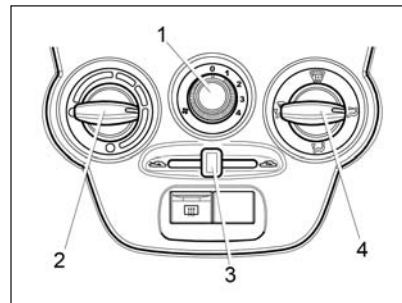

Рис. 37. Блок управления системой вентиляции и отопления
Отопительно-вентиляционная установка автомобиля предназначена для создания в салоне комфортной температуры воздуха, значение которой регулируется блоком управления системой вентиляции и отопления (рис. 37). Однако она не может обеспечить в салоне температуру ниже, чем имеет наружный воздух.
– **рукоятку 2** (см. рис. 37) повернуть по часовой стрелке в крайнее правое положение до упора (синяя точка на блоке управления), а **в вариантном исполнении рукоятку 2** (см. рис. 39) повернуть против часовой стрелки в крайнее левое положение до упора (синяя точка);
– **рукоятку 1** (см. рис. 37) переключателя режимов работы электровентилятора отопителя поставить на желаемую скорость подачи воздуха в салон;
– **рукоятку 2** (см. рис. 37) повернуть против часовой стрелки в крайнее левое положение до упора (красная точка на блоке управления), а **в вариантном исполнении рукоятку 2** (см. рис. 39) повернуть по часовой стрелке в крайнее правое положение до упора (красная точка);
– **рукоятку 2** (см. рис. 37) повернуть против часовой стрелки в крайнее левое положение до упора (красная точка на блоке управления), а **в варианном исполнении рукоятку 2** (см. рис. 39) повернуть по часовой стрелке в крайнее правое положение до упора (красная точка);